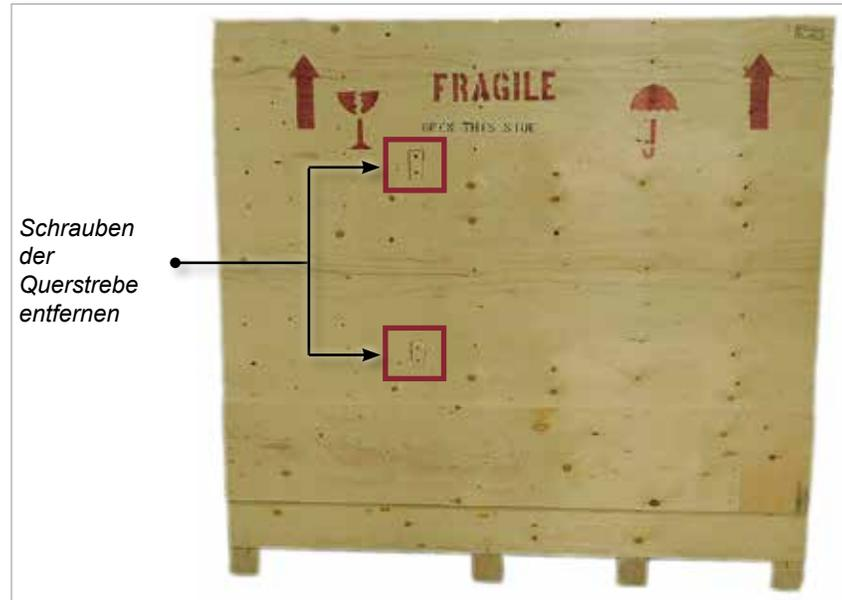

Abbildung 3-7 Schrauben der Querstrebe entfernen
- Entfernen Sie von der Seite der Kiste, die mit "FRAGILE OPEN THIS SIDE" gekennzeichnet ist, die Schrauben der Querstrebe. Siehe Abbildung 3-7.